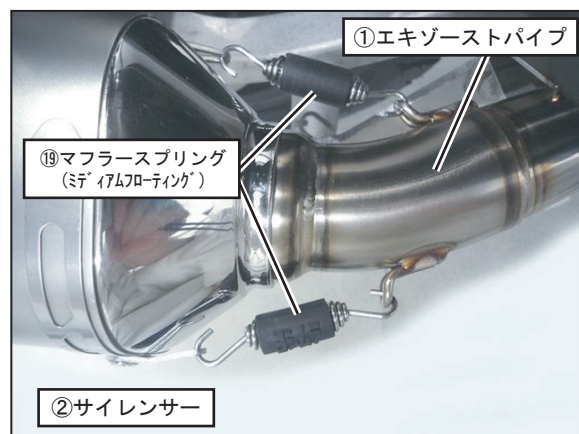

FIG. 14
10. ①エキゾーストパイプに②サイレンサーを取り付け、⑲マフラスプリング (ミディアムフローティング) をスプリング取付工具を使用して取り付けて下さい。(FIG. 14参照)